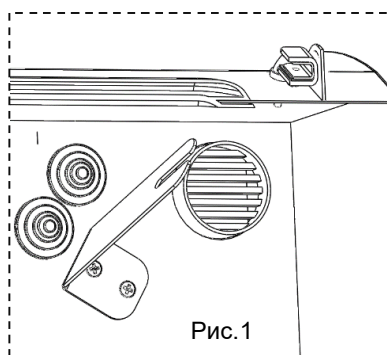

Рис.1
- установить и закрепить на задней стенке изнутри корпуса АСОЗ кронштейн КЦС, рис.1;